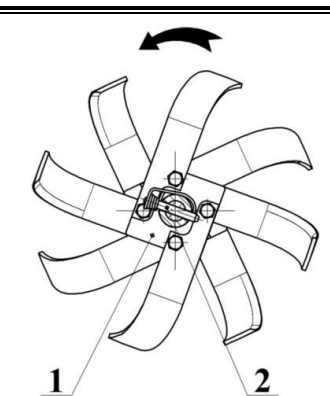

Рисунок 10 – Направление вращения фрез
2) расположите фрезы так, чтобы положение острых кромок ножей было направлено по движению мотоблока (рисунок 10);
6.1.9.5 Установите блоки культиватора так, чтобы при движении мотоблока острые кромки ножей культиваторов располагались по ходу вращения выходного вала редуктора (рисунок 10). Совместите отверстия во втулке блоков культиватора и выходного вала редуктора, вставьте стопор и зафиксируйте его.